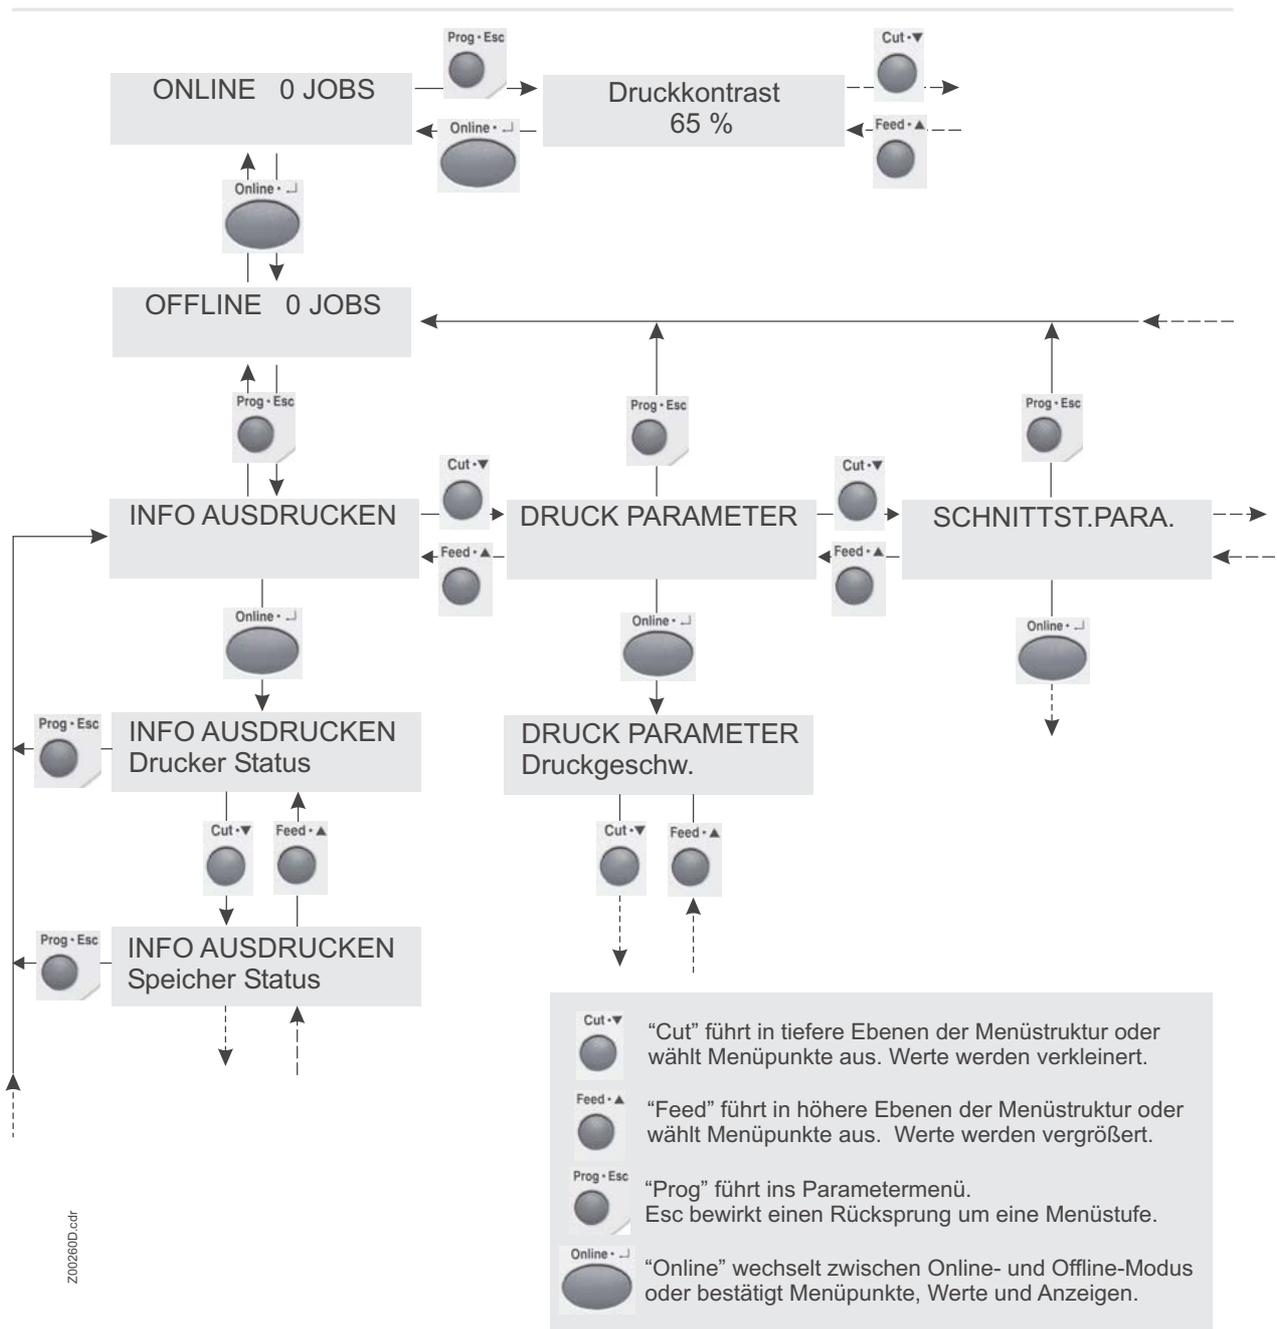

Abb. 1: Schematische Darstellung des Parametermenüs. Menüaufruf: Prog-Taste im Offline-Modus drücken.
☛ Nicht in jedem Druckertyp erscheinen alle aufgeführten Parameter! Einen Überblick über die Verfügbarkeit des Parameters geben die Zeilen am Anfang jeder Parameterbeschreibung (siehe Abb. 1):
Abb. 1: Am Anfang jeder Parameterbeschreibung wird die Verfügbarkeit des Parameters eingegrenzt: Zwischen den Linien sind die betroffenen Druckertypen aufgelistet; die Hinweiszeile darunter nennt zusätzliche Bedingungen.
- Dem *Druckertyp*: Druckertypen, in deren Parametermenü der Parameter verfügbar ist, sind zwischen den Linien aufgeführt. Im Beispiel (siehe Abb. 1): AP 5.4, AP 5.6.
Im Beispiel (siehe Abb. 1): Der betreffende Parameter erscheint nur im Menü des AP 5.4/5.6, wenn das Gerät mit einer E/A-Platine ausgerüstet ist. Ist die Hinweiszeile keinem speziellen Drucker zugewiesen, gilt sie für alle aufgeführten Geräte.